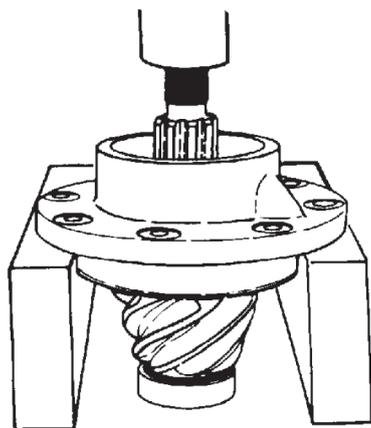

Figura 37
A. Saque o pinhão utilizando um extrator adequado ou uma prensa (Figura 37);